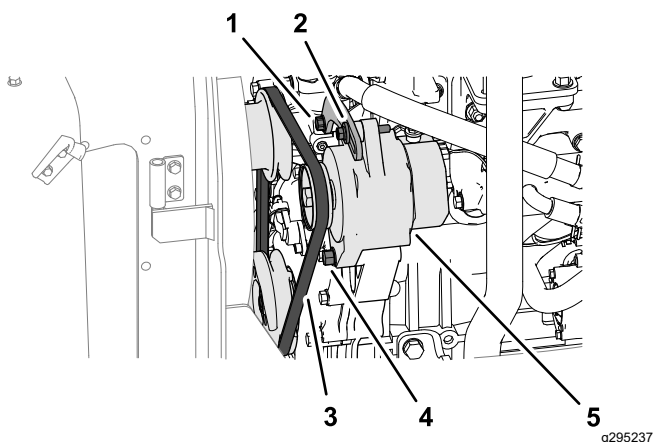

Bild 69
1. Üben Sie eine Kraft von 100 N (10 kg) auf den Lichtmaschinenriemen (Bild 69) in der Mitte zwischen den Riemenscheiben aus.
- Wenn der Riemen um weniger als 10 mm ausgelenkt werden kann, lösen Sie den Drehstift und die Spannschraube (Bild 69) der Lichtmaschine und verringern Sie die Riemenspannung.
- Wenn der Riemen um mehr als 10 mm ausgelenkt werden kann, lösen Sie den Drehstift und die Spannschraube (Bild 69) der Lichtmaschine und erhöhen Sie die Riemenspannung.
Hinweis: Lösen Sie bei Bedarf die Spannschraube der Halterung (Bild 69).
3. Ziehen Sie die Schrauben fest (Bild 69).